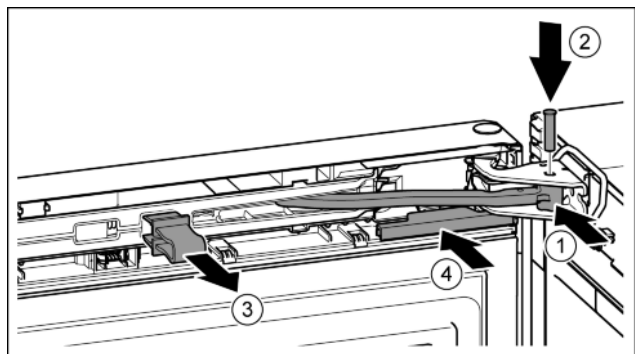

Fig. 25
- ▶ Завъртете шарнира в лагерната стойка. Fig. 25 (1)
- ▶ Поставете болта в лагерната стойка и шарнира. При това обърнете внимание на това, фиксиращата гърбица да е легнала правилно в жлеба. Fig. 25 (2)
- ▶ Свалете предпазителя. Fig. 25 (3)
- ▶ Нахлузете капача. Fig. 25 (4)